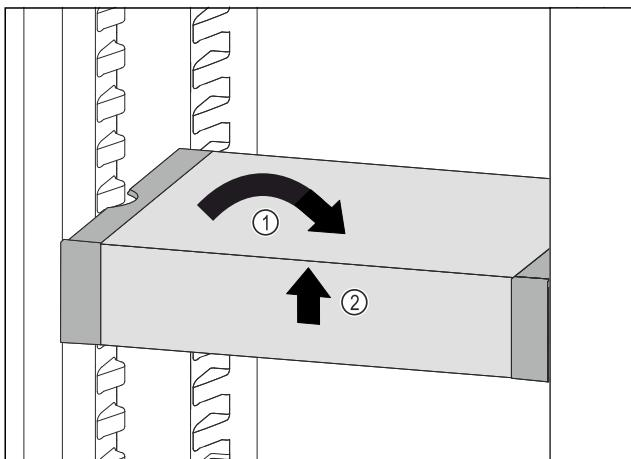

Fig. 95
- Установите VarioSafe прямо. Fig. 95 (1)
- Приподнимите VarioSafe спереди. Fig. 95 (2)